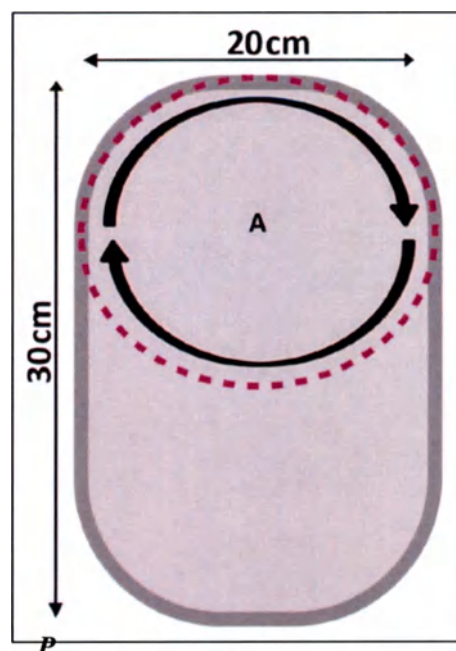

Рис. 30: Обработка сектора «А»
- Обрабатывайте сектор «А» круговыми горизонтальными движениями **по часовой стрелке** (см. Рис. 30) в скользящей манере до тех пор, пока температура поверхности кожи обрабатываемого сектора не поднимется до 43-45°C, или до тех пор, пока пациент не начнёт жаловаться на то, что ему слишком горячо.